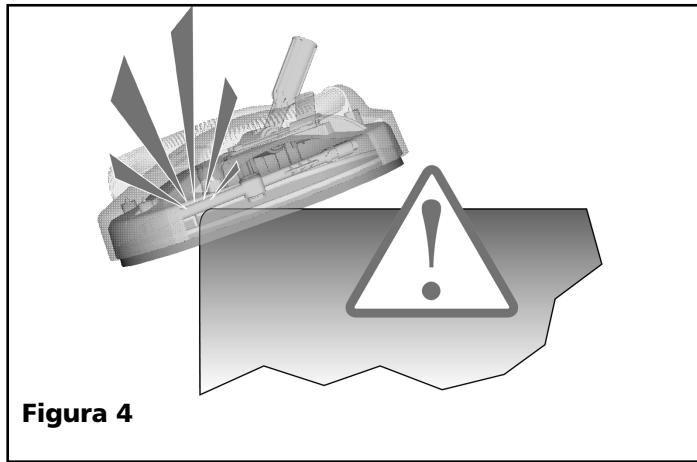

Figura 4
3. No permita que el brazo giratorio entre en contacto con objetos duros o afilados (como el borde de un escalón). Esto puede provocar daños al brazo giratorio y a las boquillas (vea la Figura 4).